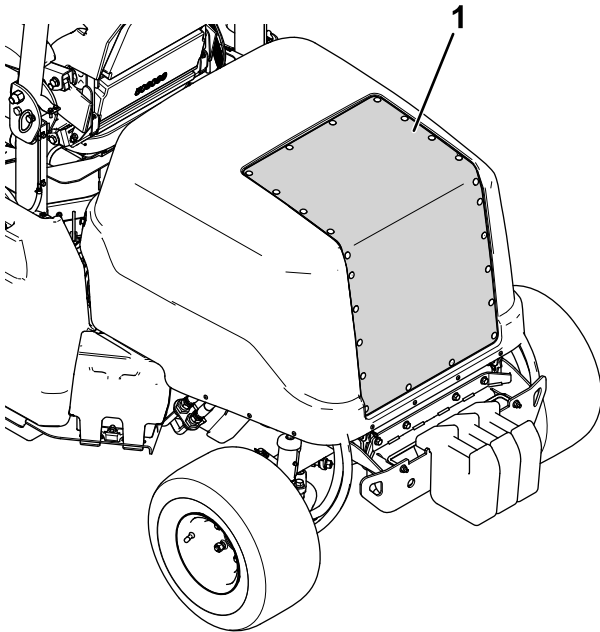

Figura 68
2. Utilizzate aria compressa per pulire la griglia del cofano (mostrata nella Figura 68). Indirizzare l'aria all'esterno della macchina.